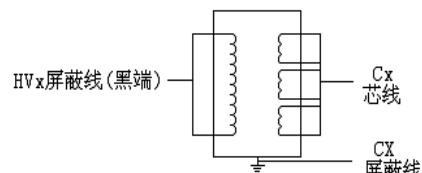

图9
(1) 一次侧对二次侧 (电磁式, 没有末屏)
- A. 接线见图 9
(2) 一次侧对末屏 (电容式, 有末屏)
- A. 接线参考见图 9 CX 芯线接末屏
(3) 一次侧对二次测及地